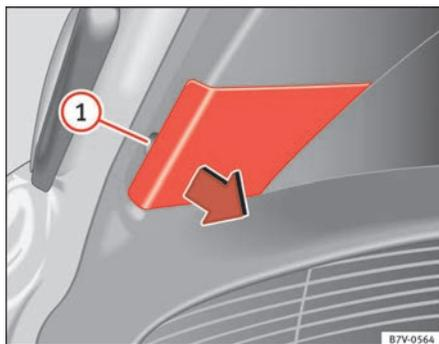

Abb. 219 In der Heckklappe: Abdeckung abnehmen.
3. Mit der flachen Klinge des Schraubendrehers aus dem Bordwerkzeug (⇒ Seite 368, Abb. 207) die Abdeckung an der Aussparung vorsichtig abhebeln ⇒ Abb. 219 ①.